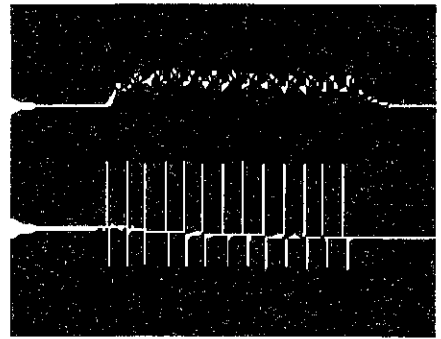

figure 3
- II.2 Analyser et expliquer la variation des deux phénomènes en fonction de la fréquence de stimulation (figures 3,4,5 et 6).